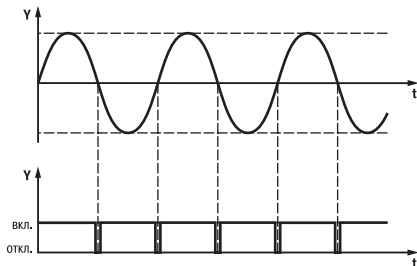

Рисунок 3.3
3.1.1.1 Устройство контроля перехода через ноль формирует импульс в начале каждого полупериода соответствующей фазы (рисунок 3.3). Эти импульсы синхронизируют работу устройства обработки сигналов.